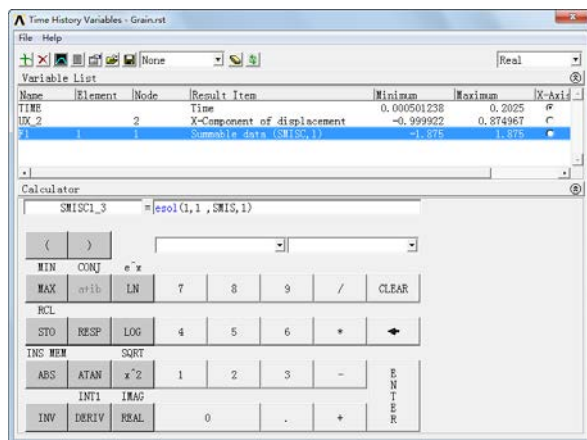

图 12-33 “Time History Variables”对话框
⑤弹出“Element for Data”拾取菜单，在文本框中输入1（或者用鼠标在屏幕上拾取单元），单击“OK”按钮，弹出“Node for Data”拾取菜单，在输入框中输入1（或者用鼠标在屏幕上拾取编号为1的节点），单击“OK”按钮，返回“Time History Variables”对话框，不过此时“Variable List”下增加了两个变量：UX 和 F1，如图12-33所示。